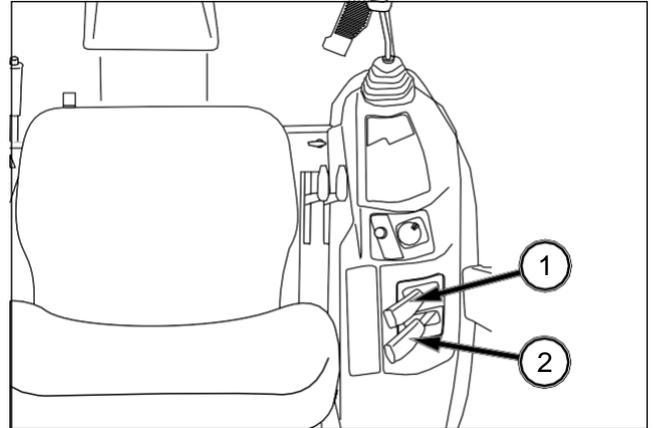

FIG. 137
FIG. 137: La palanca de mando del sistema hidráulico de los equipos externos (1) permite elevar o bajar el equipo cuando se usa el primer juego de conectores a distancia. La palanca de mando del sistema hidráulico de los equipos externos (2) permite elevar o bajar el equipo cuando se usa el segundo juego de conectores a distancia.